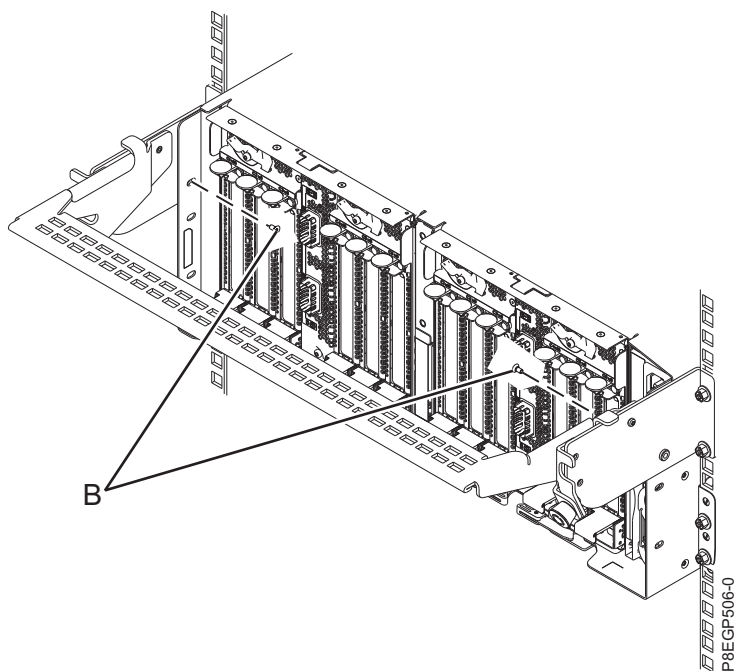

Abbildung 14. Sicherungsschrauben anlegen
12. Um den Einschub am Rack zu befestigen, legen Sie die zwei Sicherungsschrauben (B) an (siehe Abb. 14).